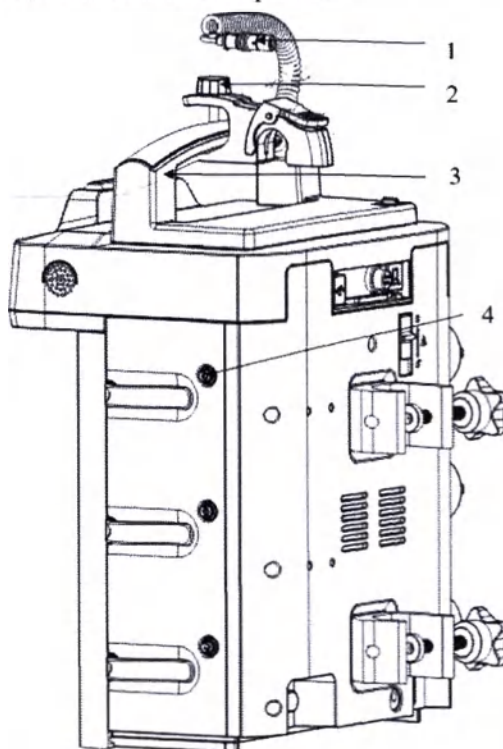

Рис. 21. Подключение подогревателя инфузионного раствора.
Подключите штекер (1) датчика капель к разъему (4) слота, в который установлен инфузионный насос серии SN-S, как показано на рис. 21.
Если датчик капель не используется, его можно разместить на ручке для переноски (3), зафиксировав прижимным винтом (2), как показано на рис. 21.